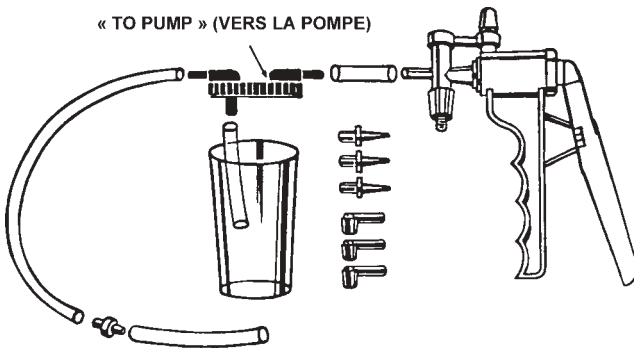

FIGURE 15 : Nécessaire de purge des freins
- 3) Glissez un morceau de flexible de 38 millimètres entre la pompe et le couvercle du réservoir à l'orifice marqué « TO PUMP » (Vers la pompe). (FIGURE 15)